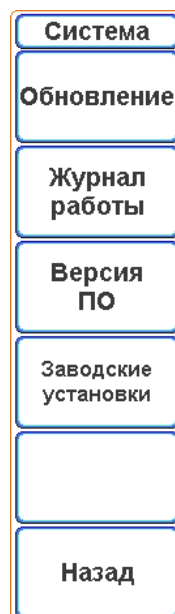

Рисунок 6.34 – Экранное меню «Система»
- нажать экранную кнопку «Система», чтобы перейти в подменю «Система» (рисунок 6.34);